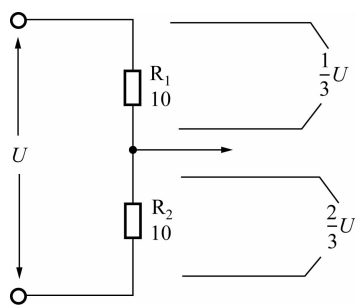

图 1-1-6 电阻器分压
(1)如图 1-1-6 所示,电阻器 R_1 和 R_2 构成一个分压器。由于两个电阻串联,通过这两个电阻的电流相等,而电阻上的压降 $U=IR$,因而 R_1 上压降为 $\frac{1}{3}U$, R_2 上压降为 $\frac{2}{3}U$,实现了分压(负载电阻的阻值必须远大于 R_1 、 R_2),分压比为 R_1/R_2 。